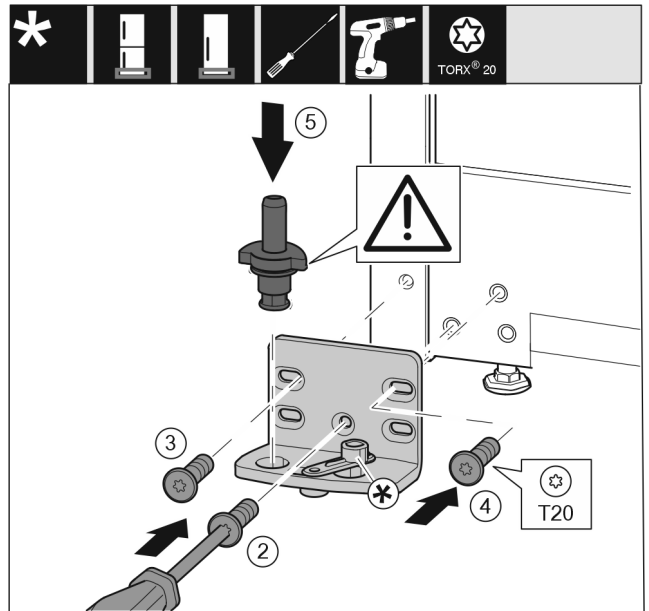

Fig. 25
- ▶ Pielieciet gultņa balstu otrajā pusē un pieskrūvējiet ar skrūvgriezi T20. Sāciet apakšā pa vidu ar skrūvi 2. Fig. 25 (2)
- ▶ Pieskrūvējiet skrūvi 3 un 4. Fig. 25 (3,4)
- ▶ Ievietojiet pilnīgi gultņa tapu. Uzmaniet, lai aizmugurē būtu vērsts virzienā uz aizmuguri. Fig. 25 (5)